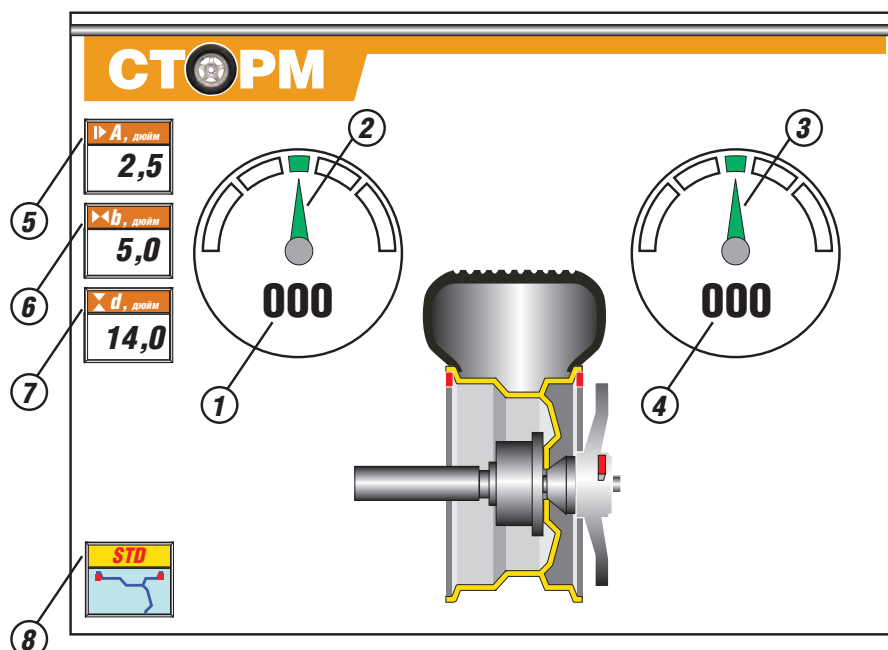

рис. 8.2
8.1.3. Кнопка "ALU". Последовательное нажатие этой кнопки переключает программы: STD ("стандартная динамическая"), ALU1 - AUL5, St (статическая балансировка) и ALU-R. Схема установки грузиков показывается соответствующим изображением грузиков на сечении колеса и в окне 8(рис.8.2).
После прогрева монитора и загрузки компьютера СБ на экране устанавливается рабочая картинка (см.рис.8.2)
При включении питания СБ автоматически устанавливаются исходные параметры " $d$ " и " $b$ ", записанные в памяти компьютера СБ, которые отображаются на индикаторах в окнах 6 и 7 (рис.8.2.) соответственно.
При выдвигании штанги в окне 5 (рис. 8.2) отображается значение дистанции. Значение параметра "d" отображается в окне 7.
Ширина обода отображается в окне 6 (рис. 8.2). Если считанная с обода или измеренная ширина отличается от показаний в окне 6, то кнопками "-" и "+" установить требуемое значение ширины.
Дважды нажать кнопку "A, d, b", после чего окно 5 (рис.8.2) начинает мигать. Нажимая кнопки "-" и "+" установить в окне 5 требуемую величину дистанции. Через 2-3 сек после установки дистанции кнопки "-" и "+" возвращаются в режим ввода ширины обода.
11.2. Переключение схем ALU1-ALU5 осуществляется последовательным нажатием кнопки "ALU" при этом схема установки грузов отображается соответствующим схематическим изображением грузов на сечении колеса и в окне 8 (рис. 8.2.).
Выход из программ ALU последовательным нажатием кнопки ALU до появления в окне 8 символов "STD" (см. рис. 8.2).
12.2. При включении СБ программа измерения дебаланса настраивается таким образом, что дебаланс менее 8 г (заводская установка) на любой плоскости коррекции не показывается, в этом случае в окнах 1 и 4 (рис. 8.2) высвечиваются "0". Минимальный дебаланс отображающийся в окнах 1 и 4 равен 8г. Дебаланс, превышающий 8г, округляется до величины кратной 5, т. е. дебаланс 9, 10, 11 и 12 г отображается цифрой 10, дебаланс 13, 14, 15, 16 и 17 г - цифрой 15 и т. д. Для просмотра неокругленного значения дебаланса или дебаланса менее 8г. необходимо нажать кнопку "<", при этом в окнах 1 и 4 на 2-3 сек высвечиваются фактические значения дебаланса, определенные в данном запуске.
12.3.4. Для проверки результатов балансировки снова запустите СБ. Если колесо отбалансировано правильно, на индикаторах 1 и 4 (рис.8.2.) отображаются "0".
Если в положении колеса, когда стрелки 2 или 3 (рис.8.2) окрашены зеленым цветом, первоначально установленный груз по соответствующей плоскости находится в зоне А, вместо него следует поставить более тяжелый груз. Если в зоне Б, вместо него следует установить более легкий груз. Если груз находит-